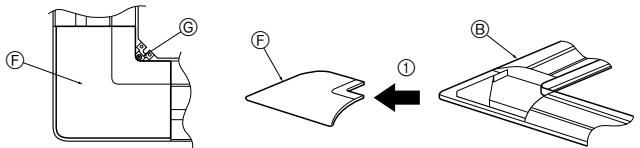

Fig. 5-4
5.2.2. Πώς αφαιρείται το γωνιακό πλαίσιο (Fig. 5-4)
- Αφαιρέστε τη βίδα από τη γωνία του γωνιακού πλαίσιου. Σύρατε το γωνιακό πλαίσιο όπως δείχνει το βέλος ① για να το αφαιρέσετε.